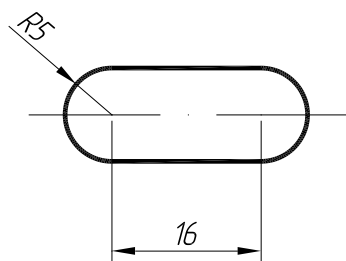

Рис. 9.7. Очередной этап работы
12. На панели «**Дерево построения**» выберите касательную плоскость и создайте новый эскиз. Установите «**Нормально к...**» и постройте контур паза. Проставьте его линейный и радиальный размер (рис. 9.7).